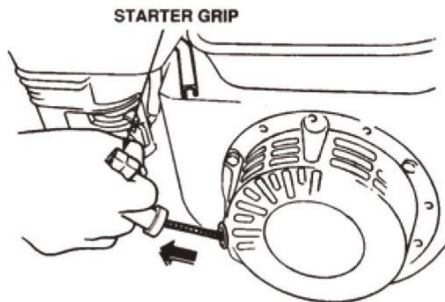

ABB.10
9.6 Fassen Sie den Startergriff (ABB. 10) und ziehen Sie ihn langsam heraus. Der Widerstand wird an einer bestimmten Position am härtesten, entsprechend der